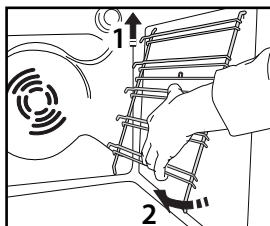

Fig. 5
2. Retirez les grilles en les soulevant (1) et en les faisant pivoter (2), comme illustré dans la Fig. 5.